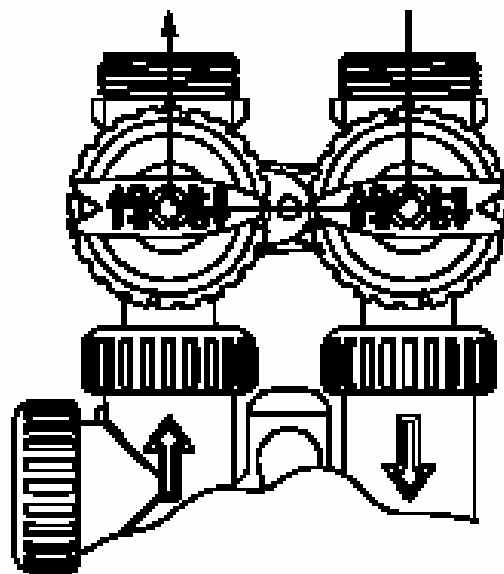

Figura 3
3. **Posizione Diagnostica:** La manopola d'entrata punta in direzione del flusso e la manopola di uscita punta verso il centro della valvola bypass, l'acqua in entrata può arrivare alla valvola di controllo ed alle tubazioni, mentre l'acqua non può uscire dalla la valvola di controllo verso le tubazioni. (Vedi figura 3)